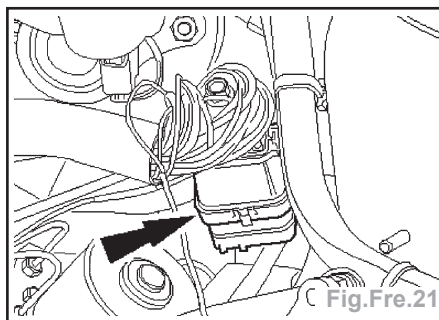

Fig.Fre.21
- Séparer le connecteur de faisceau moteur du passage de roue (Fig.Fre.21).